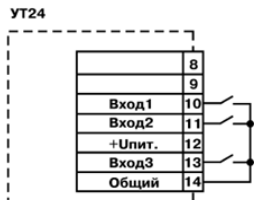

Рисунок 3.10
- контакты кнопок, выключателей, герконов, реле и т.п. (рисунок 3.10);